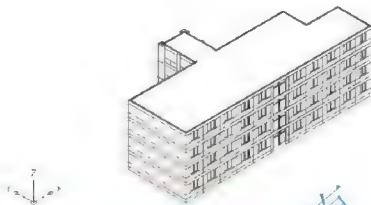

图 6.36 建立屋面模型
(1) 启动【移动】命令（快捷键 M）。
(2) 在**选择对象**：提示下，选择拉伸后的图形。
(3) 在**指定基点或 [位移(D)] 位移**：提示下，在绘图区域单击任意一点作为【移动】命令的基点。
(4) 在**指定第二个点或 使用第一个点作为位移**：提示下，输入“@0, 0, 13700”。
(5) 将【墙】、【勒脚】、【门窗框】、【玻璃】和【柱子】图层打开,结果如图 6.36 所示。